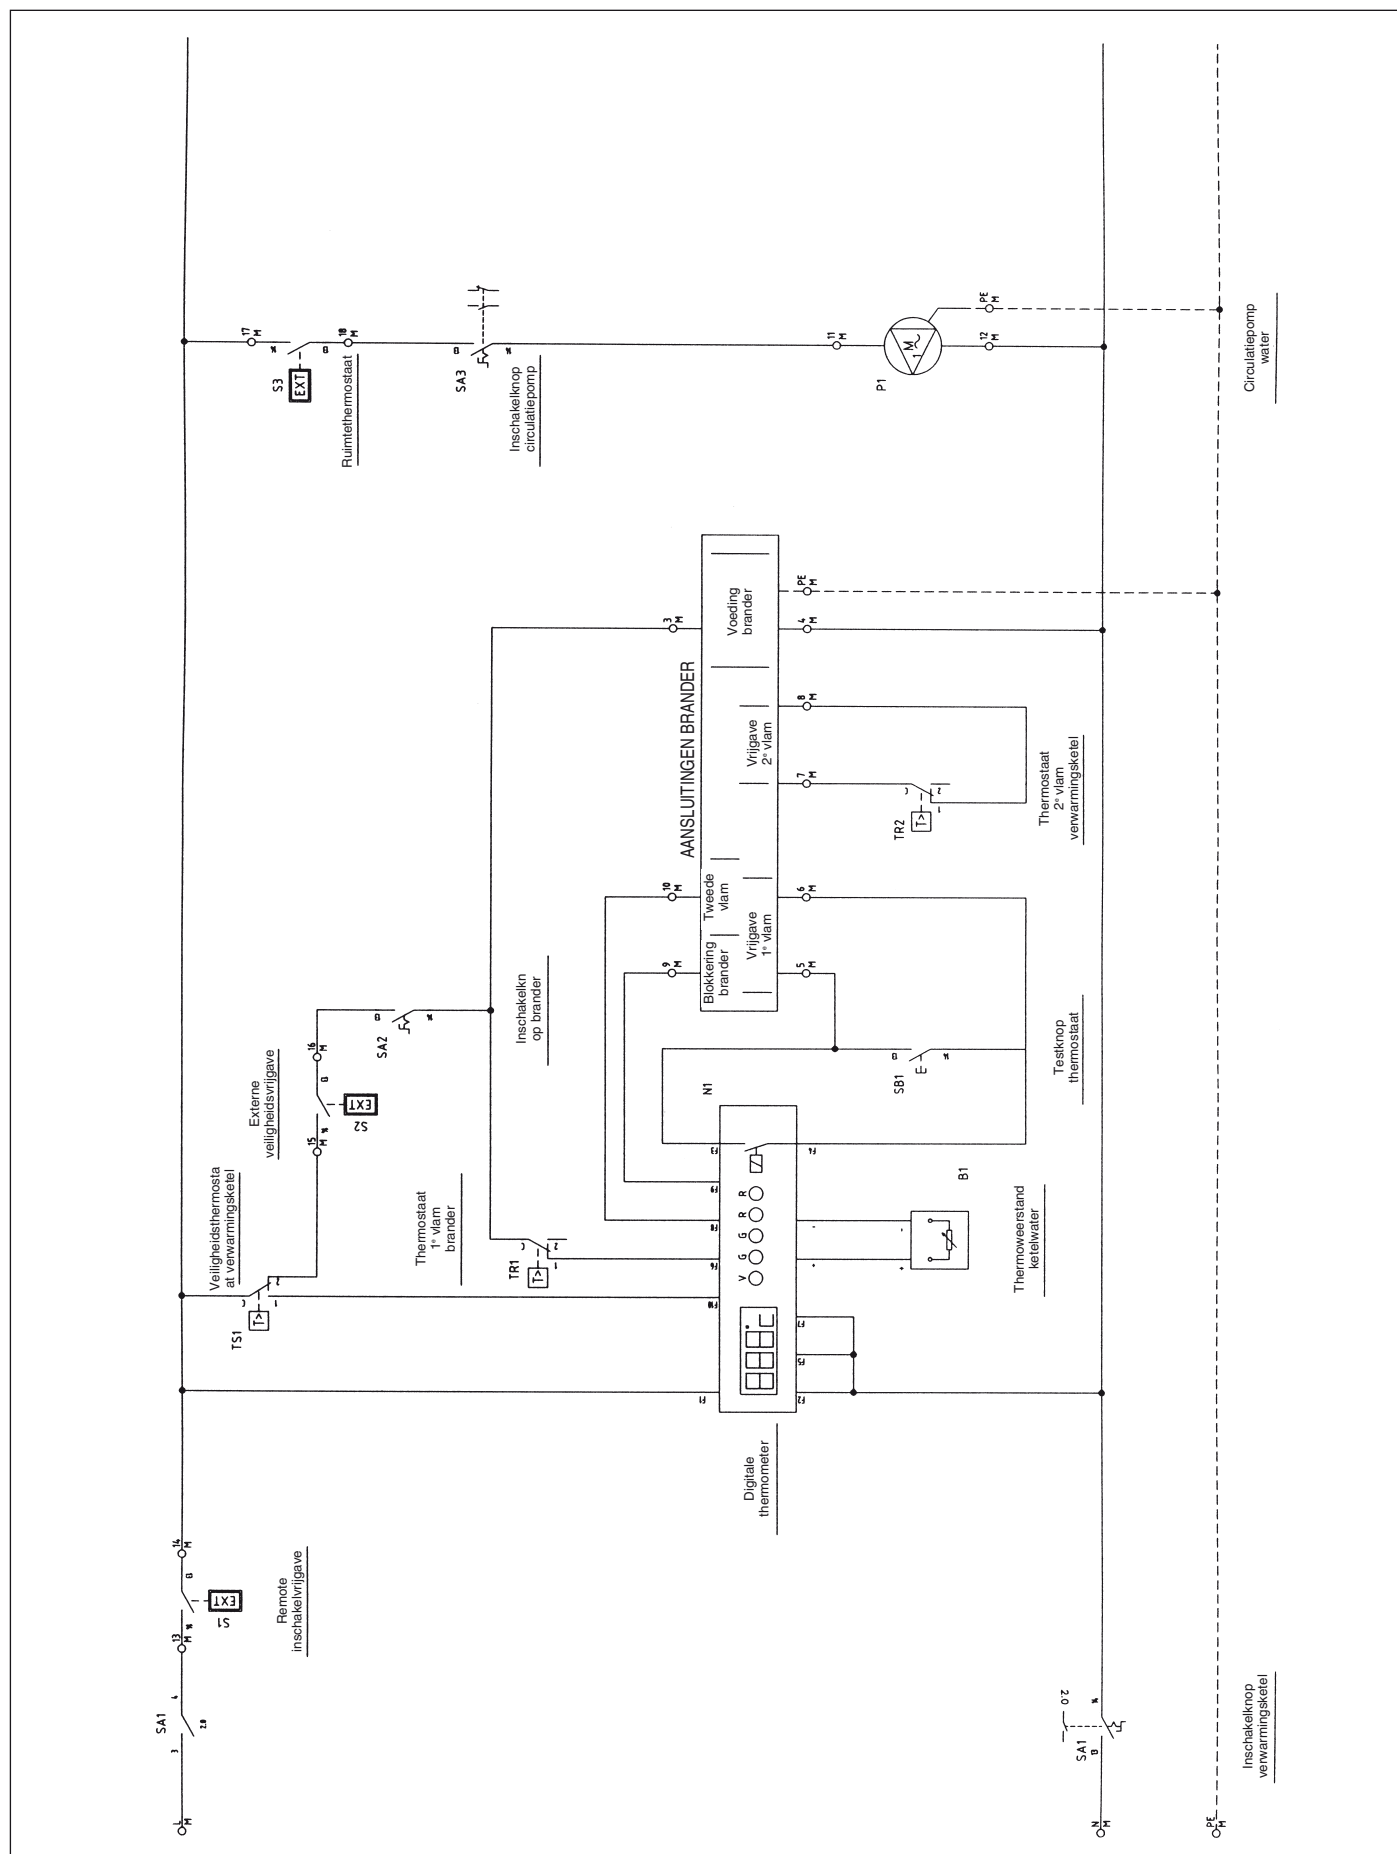

Fig. 17
9.4 Reiniging van de verwarmingsketel (Fig. 17)